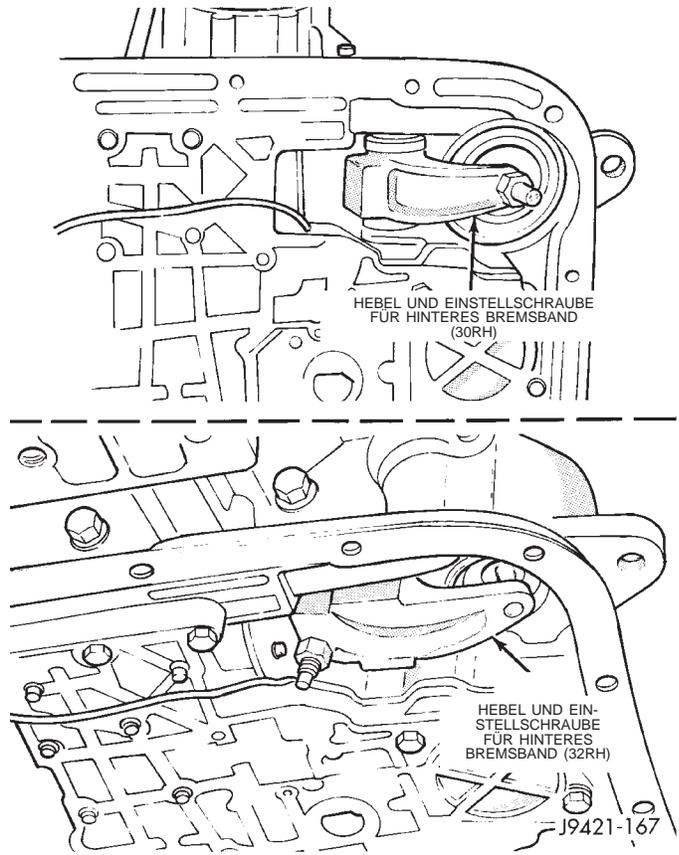

Abb. 181 Lage der Einstellschraube für das hintere Bremsband
(4) Einstellschraube mit einem Anzugsmoment von 5 N·m (41 in. lbs.) (30RH) bzw. 8 N·m (72 in. lbs.) (32RH) anziehen (Abb. 181).
(5) Einstellschraube 7 Umdrehungen (30RH) bzw. 4 Umdrehungen (32RH) zurückdrehen.
(6) Einstellschraube gegenhalten und Kontermutter mit einem Anzugsmoment von 34 N·m (25 ft. lbs.) festziehen.
(7) Ölwanne mit neuer Dichtung am Getriebe anbauen. Ölwannenschrauben mit einem Anzugsmoment von 17 N·m (13 ft. lbs.) festziehen.
(8) Fahrzeug ablassen und Getriebe mit Mopar® ATF Plus 3, Typ 7176 befüllen.